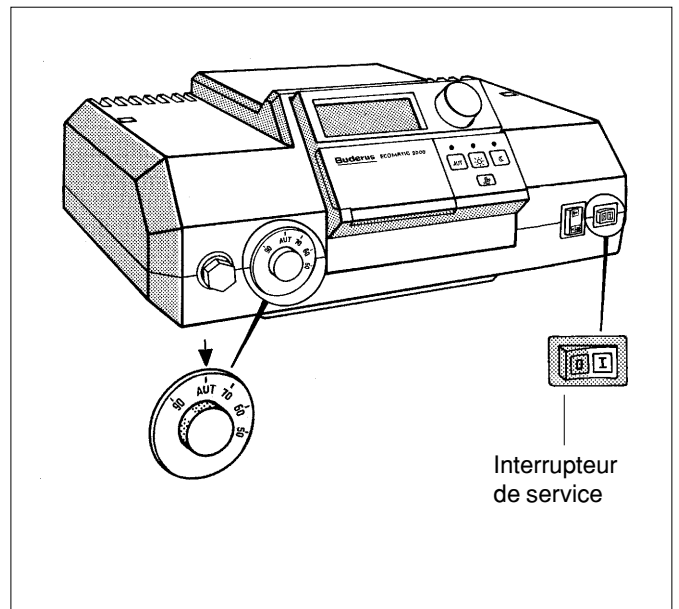

Fig. 2
- Mettre l'interrupteur de service (fig. 2) en position 0.
- Mettre l'interrupteur de service (fig. 2) en position 1.
- Régler l'aquastat chaudière (fig.2) sur AUT resp. sur 80°C. Pour une régulation constante, régler sur la température souhaitée (min. 50°C).